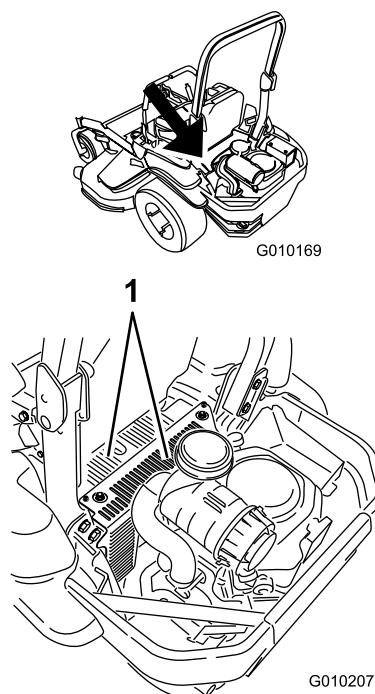

Figura 69
5. Rimuovete sporczia ed erba dalle coperture dell'unità idraulica (Figura 69).